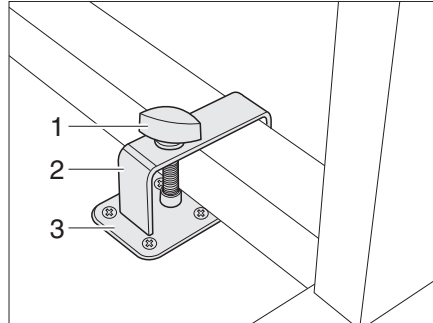
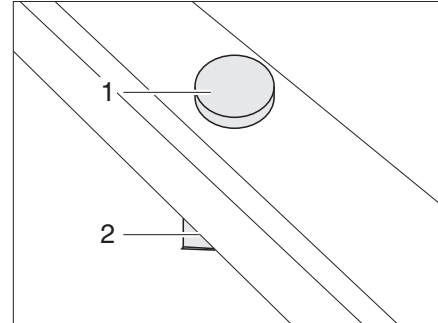

Fig. 53 Bloqueo mesa abatible con armazón metálico
Fig. 54 Bloqueo mesa abatible con armazón de plástico
- Colocar la mesa abatible junto a la sujeción (Fig. 53,3) o sobre la sujeción (Fig. 54,2).
- Colocar el estribo (Fig. 53,2) con el tornillo de sujeción (Fig. 53,1) sobre la pata de la mesa.
- Desplazar el estribo y de ser necesario la mesa abatible de tal manera que el tornillo de sujeción (Fig. 53,1 ó Fig. 54,1) pueda atornillarse en la sujeción (Fig. 53,3 ó Fig. 54,2).